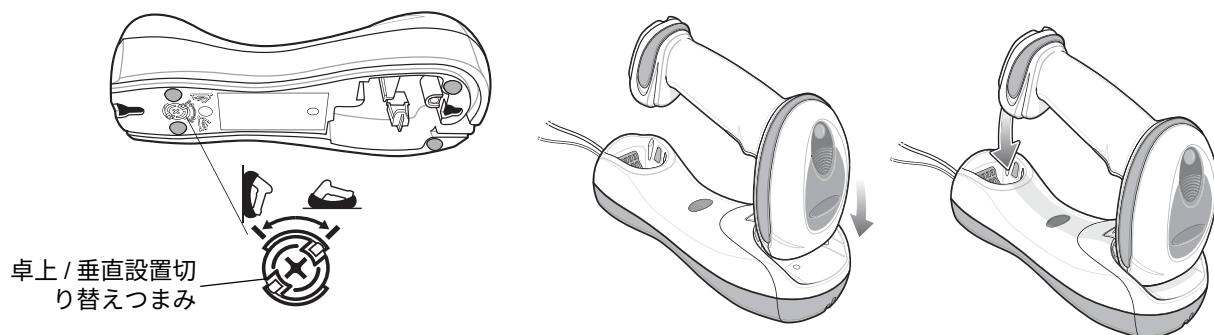

図 1-10 水平設置 - デジタル スキャナのクレードルへの装着
2. 卓上 / 垂直設置切り替えつまみが、図 1-10 に示すように正しい位置に設定されていることを確認します。